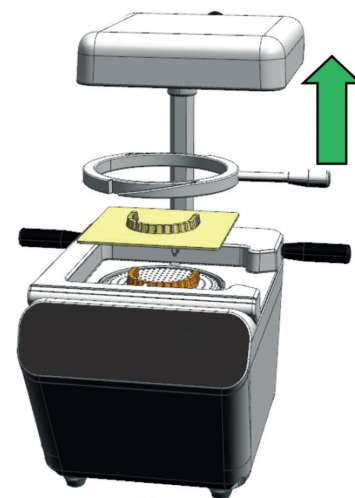

图6
7. 待成型片完全冷却后，逆时针旋转并取下上活动座，然后取出成型片 (图6)。